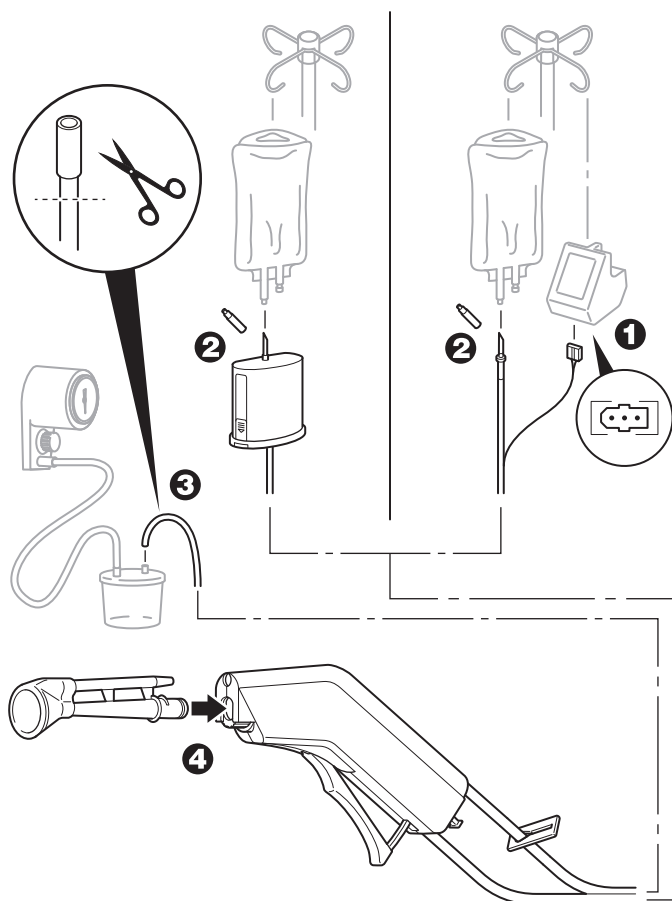

Figure 1 – Assemblage de la pièce à main
1. En cas d'utilisation d'une pièce à main avec un bloc d'alimentation rechargeable, connecter la fiche du cordon d'alimentation de la pièce à main dans la prise du bloc d'alimentation rechargeable InterPulse REF 0211-022-000 (figure 1). Consulter le mode d'emploi fourni avec le chargeur de blocs d'alimentation InterPulse.